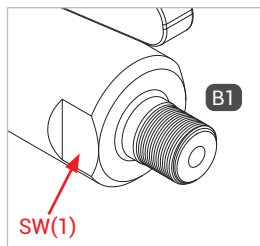

Figure 1
- ▶ Lors du montage de la conduite de fluide, exercez une contre-pression sur le méplat SW (1) (Figure 1) à l'aide d'une clé plate.
- ▶ Vissez hermétiquement l'entrée fluide « B1 » à l'embout de raccordement de la conduite de fluide (Figure 1). Voir le tableau ci-dessous pour les couples de serrage.